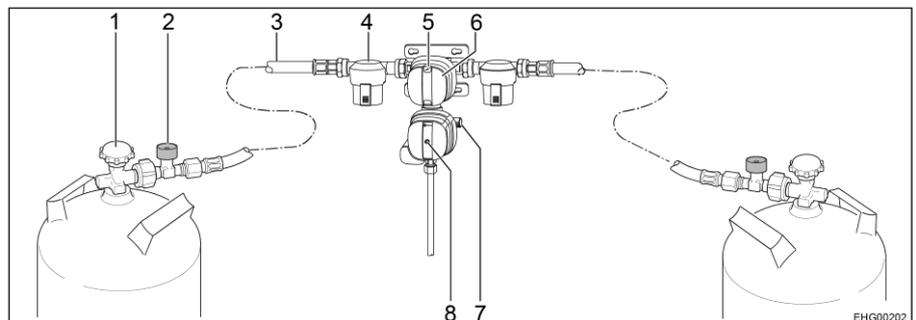

Fig. 94 Système de réglage de la pression de gaz de sécurité DuoControl CS
Le système de réglage DuoControl se compose d'une valve de commutation et d'un capteur de crash. Le système de réglage DuoControl est monté entre les tuyaux haute pression (Fig. 94,3) avec une sécurité de rupture de tuyau (Fig. 94,2). Un bouton rotatif (Fig. 94,6) situé sur la valve de commutation permet de définir laquelle des bouteilles de gaz est celle de service et laquelle est celle de réserve.
L'état de l'alimentation en gaz est affiché sur le regard (Fig. 94,5) :
Le capteur de crash coupe l'arrivée du gaz en cas de secousses importantes (par exemple accident). L'état de service du capteur de crash est reconnaissable à la position du bouton Reset jaune (Fig. 94,8) :
- Quand le bouton Reset jaune (Fig. 94,8) est enfoncé, le capteur de crash est opérationnel.
- Quand le bouton Reset jaune (Fig. 94,8) n'est pas enfoncé, le capteur de crash **n'est pas** opérationnel. Mise en service voir ci-dessous.
La sécurité de rupture de tuyau (Fig. 94,2) coupe l'arrivée de gaz quand le tuyau raccordé se rompt. La sécurité de rupture de tuyau s'active en appuyant sur la touche verte.
- Choisir la bouteille de gaz avec le bouton rotatif (Fig. 94,6) de la valve de commutation à partir de laquelle le gaz sera utilisé principalement (bouteille de service). Toujours tourner le bouton rotatif à fond.
- Ouvrir les robinets principaux (Fig. 94,1) des bouteilles de gaz.
- Appuyer sur la touche verte de sécurité de rupture de tuyau (Fig. 94,2) pendant environ 5 secondes. Le repère vert est affiché sur le regard (Fig. 94,5).
- Quand le capteur de crash s'est déclenché (le bouton Reset jaune (Fig. 94,8) n'est pas enfoncé) :
Enfoncer fermement le bouton Reset (Fig. 94,8), le tourner légèrement dans le sens des aiguilles d'une montre et le maintenir environ 5 secondes enfoncé. S'assurer que le bouton Reset reste en position enfoncée ("opérationnel").
- Fermer les robinets principaux (Fig. 94,1) des bouteilles de gaz.
Le voyant de contrôle vert (Fig. 95,6) s'éteint durant le fonctionnement et le voyant de contrôle rouge (Fig. 95,5) s'allume quand la bouteille de service est vide et doit être remplacée. Le repère rouge est indiqué sur le regard (Fig. 94,5) de la bouteille de gaz correspondante. La bouteille de réserve alimente les appareils à gaz.
- Tourner le bouton rotatif (Fig. 94,6) à fond en direction de la bouteille de gaz actuellement utilisée. Cette bouteille de gaz devient alors la bouteille de service, la bouteille vide devient celle de réserve. Le repère dans le regard (Fig. 94,5) passe du rouge au vert.
- Fermer le robinet principal (Fig. 94,1) de la bouteille de gaz vide. Observer le sens de la flèche.
- Appuyer sur la touche verte de la sécurité de rupture de tuyau (Fig. 94,2).